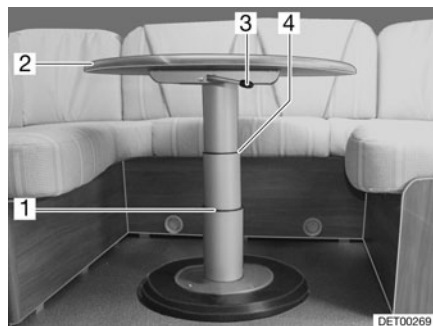

Fig. 88 Mesa elevadora del grupo de asientos circular
- Girar la palanca de bloqueo (Fig. 88,3) hacia la izquierda. El bloqueo está abierto.
- Presionar el tablero de la mesa (Fig. 88,2) por el centro hacia abajo hasta el tope deseado (Fig. 88,1 ó 4) y manténgalo presionado.
- Girar la palanca de bloqueo (Fig. 88,3) hacia la derecha. La mesa elevadora está bloqueada.